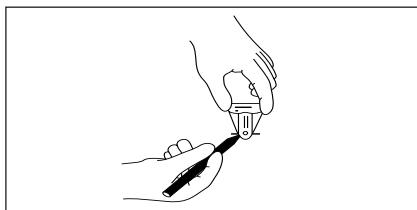

ABBILDUNG 9
- Um die exakte Position des MAGNA-SITE™ zu bestimmen, wird der MAGNA-FINDER™ um 90° gedreht und dann wiederum langsam hin- und herverschoben. Wenn der Magnetlokalisator wiederum senkrecht steht, werden zwei weitere Markierungen angebracht (siehe Abbildung 9).